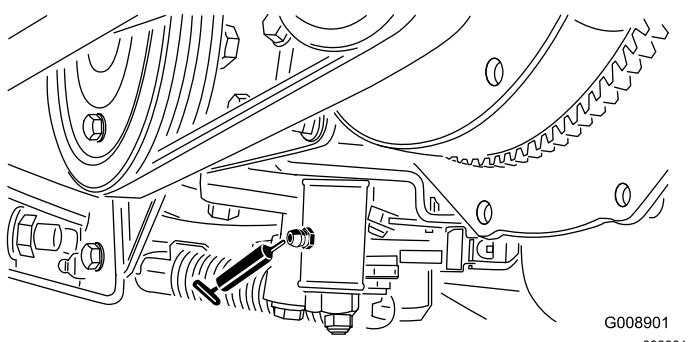

Figura 45
- Meccanismo di regolazione della folle (Figura 45)